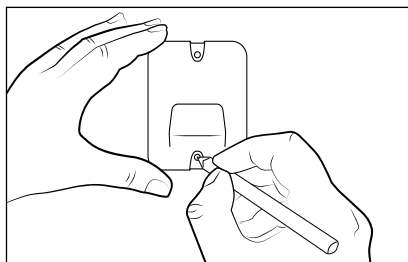

Fig. 3
- 2) Brug vægholderen **10** til markering af de to borehuller på væggen (se fig. 3).